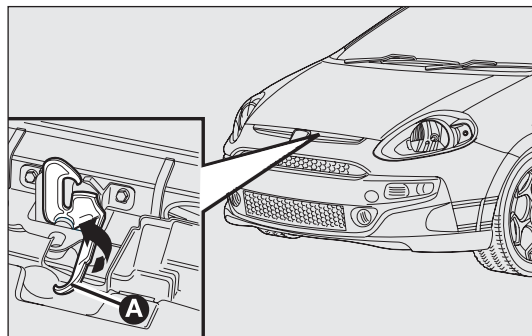

fig. 84
- ☐ tirare la levetta A-fig. 84 come indicato in figura;